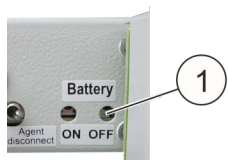

Fig. 82: Tasto accumulatore
4. ► azionare il tasto accumulatore "Battery OFF" (Fig. 82/1).